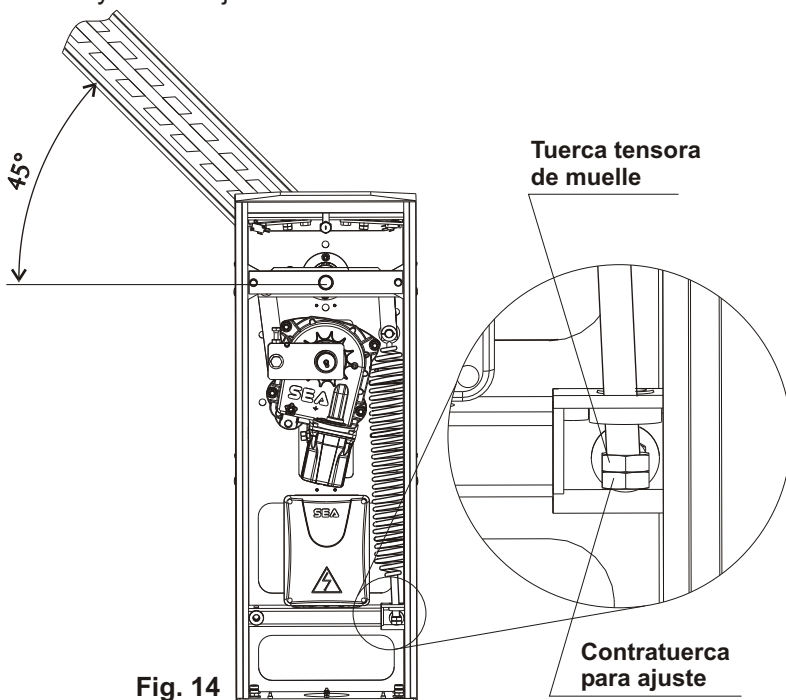

Fig. 14
- Posicionar el mástil a 45° y efectuar el equilibrado con los dados de Fig. 14.
- Destornillar o atornillar la tuerca tensora de muelle hasta que el muelle alcanza el punto de equilibrio con el mástil inclinado a 45° (Fig. 14).